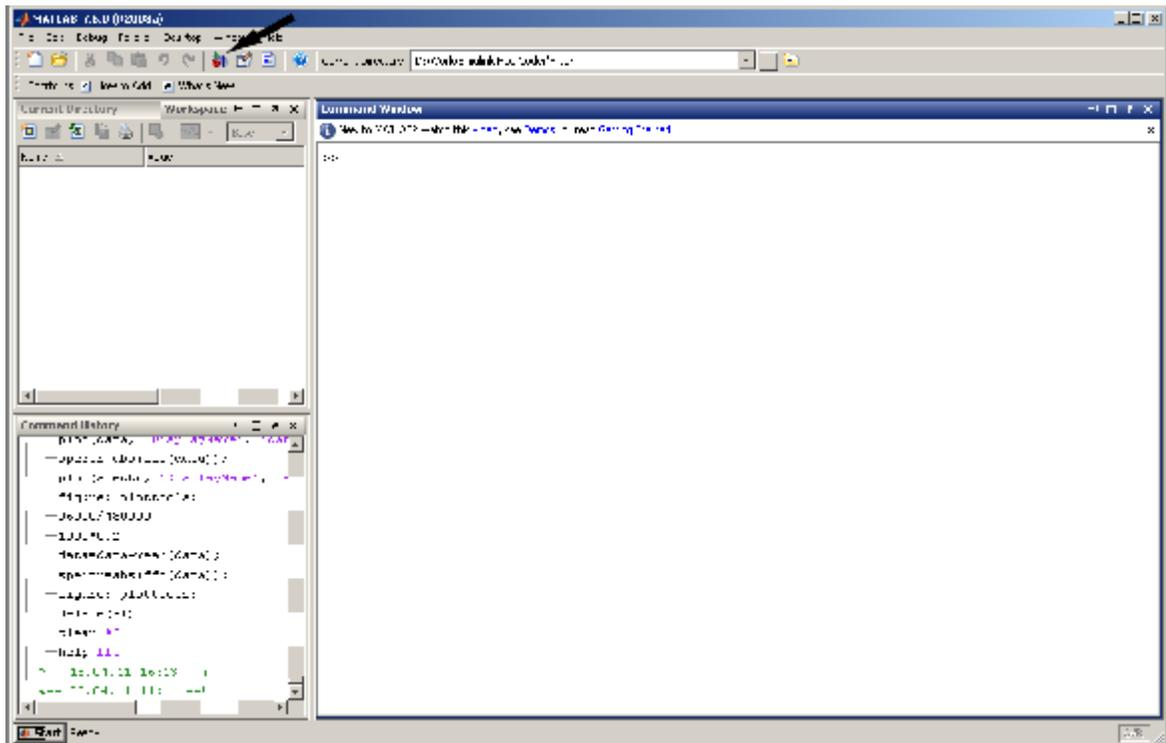

Рисунок 2 – Пиктограмма Simulink на панели инструментов MatLab
- ③ Нажмите **Next**
- ④ В диалоге **Select Core Type**, раскройте **Memories & Storage Elements**, далее раскройте **RAMs & ROMs**, и выберите **Dual Port Block Memory v6.1**, как показано на **Рис. 2**